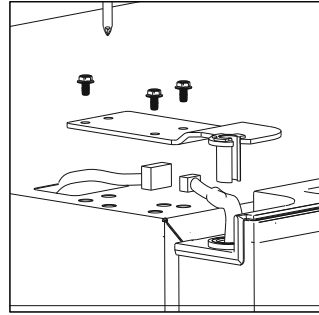

Abb. 6
- ▶ Entfernen Sie die Schrauben des oberen Scharniers (siehe **Abb. 6**).